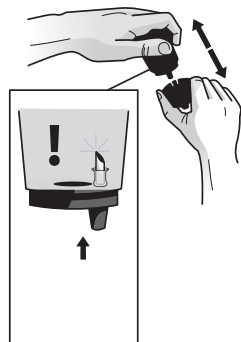

FIGURA 1
2. Limpieza del embudo – El embudo se puede retirar del receptáculo del K-Cup® portion pack halando hasta que se libere (figura 1). El embudo se puede lavar en el lavaplatos. Para volver a colocar, simplemente encaje de nuevo en el ensamble del receptáculo del K-Cup® portion pack.